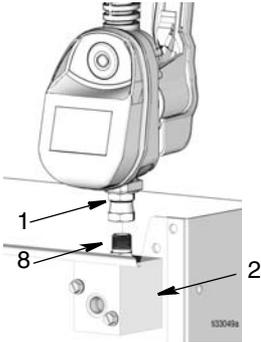

ABB. 20
- Fitting (1) vom Rohrnickel (8) im Verteiler (2) wie in ABB. 20 dargestellt trennen.